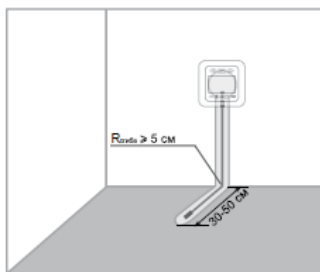

Рис. 5
6. Установите гофрированную трубку с датчиком температуры (рис. 5).